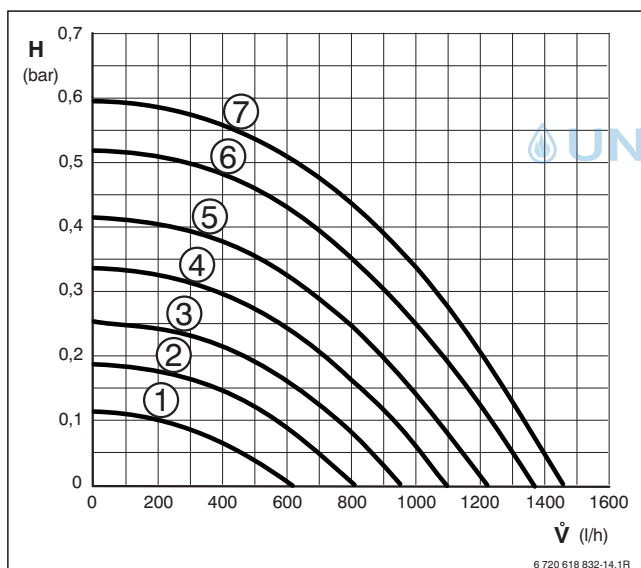

Bild 75 Pumpenkennlinien bei ZBS 14/22... Geräten
**Legende zu Bild 75 und 76:**